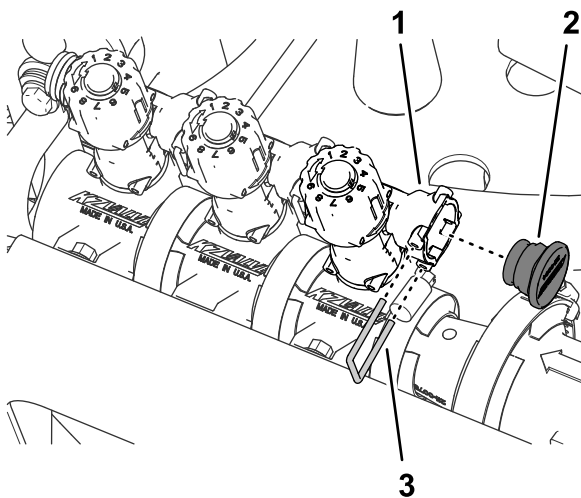

Рисунок 65
8. Установите заглушку в гнездо быстроразъемного соединителя перепускного клапана (Рисунок 65).
9. Закрепите заглушку на гнезде быстроразъемного соединителя с помощью держателя, снятого при выполнении пункта 3 (Рисунок 65).